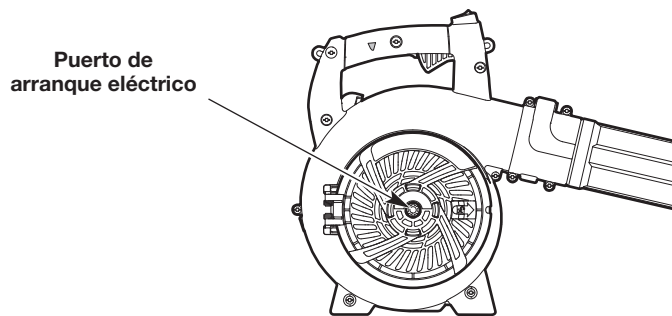

Fig. 8
5. Inserte el accesorio de arranque eléctrico dentro del orificio de arranque eléctrico (Fig. 8).